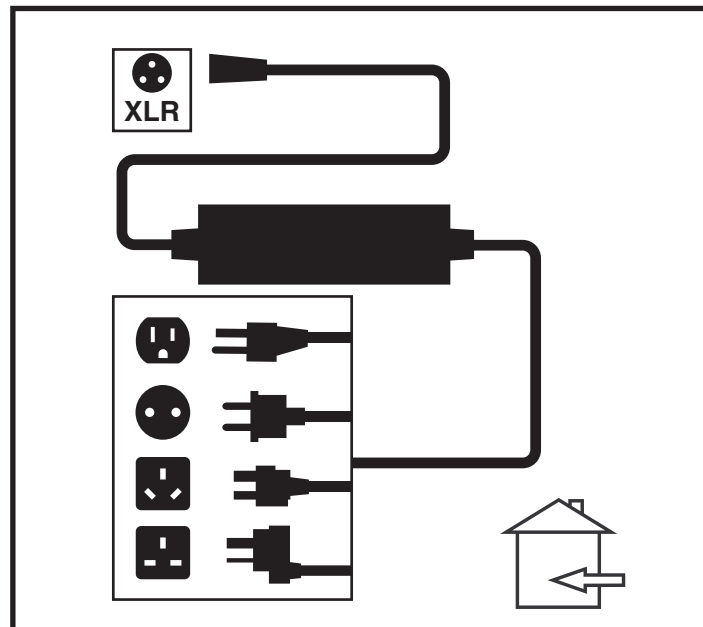

Figura 15. Cargado de baterías
3. Enchufe el cargador externo al conector correspondiente en el regulador. **Ver figura 15.**